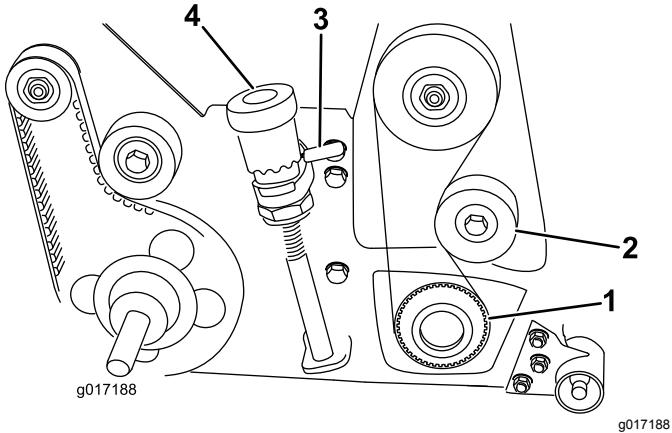

Figura 20
15. Con prolunga e cricchetto di trasmissione da $\frac{1}{2}''$, installate la puleggia motrice (filettatura destra) all'albero del cilindro (**Figura 20**).
- 5. Ruotate entrambe le leve di sollevamento rapido per alzare il cilindro grooming in posizione di trasporto (Figura 20).